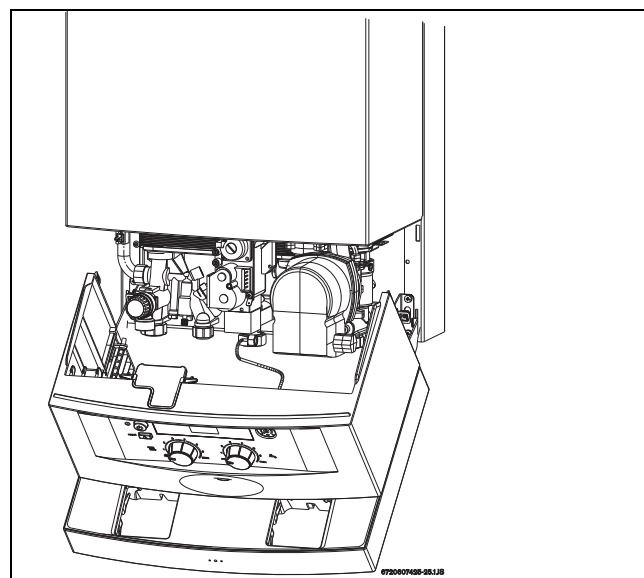

Fig. 27 Posición de servicio para el ajuste del gas
- Colocar el panel de mandos en la posición de servicio (ver Fig. 27).